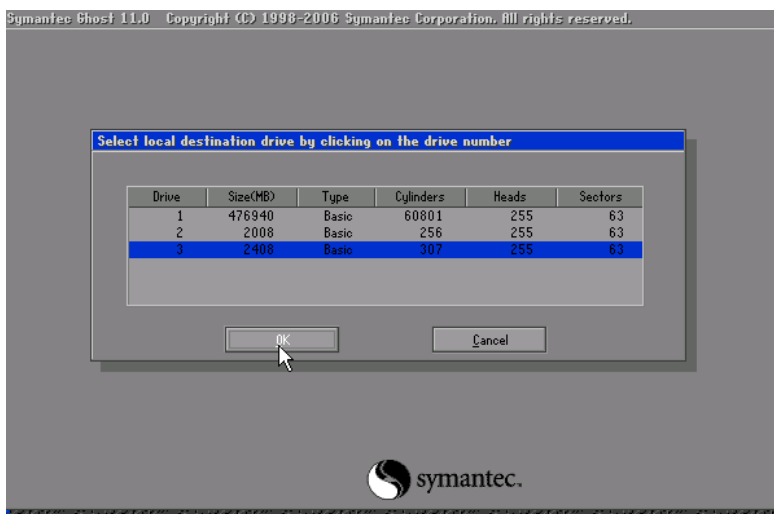

图 5-122 选择第二个硬盘
(3) GHOST 到第二个硬盘中, 如图 5-122 所示。